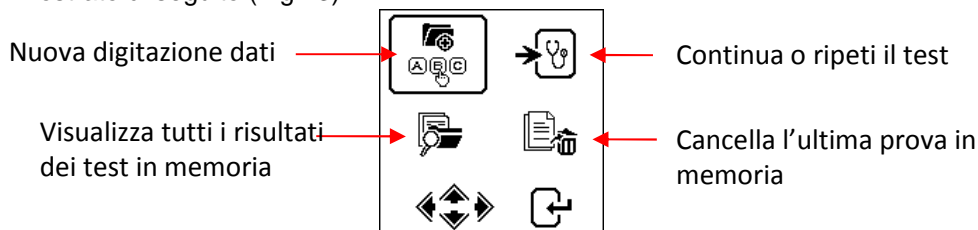

Fig.13
3. Se i contatti tra la batteria e l'Analyser non hanno problemi, viene visualizzata la schermata del menu come mostrato di seguito (Fig.13):